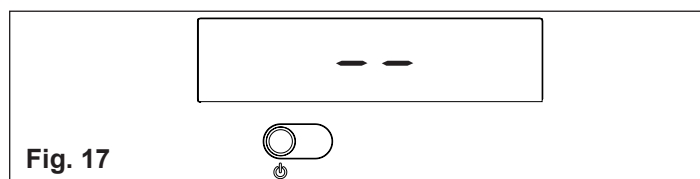
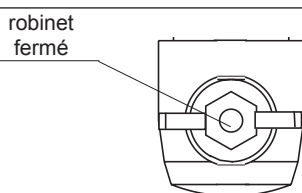

Fig. 17
Fig. 25
- ⚠ La chaudière se rallume dans l'état dans lequel se trouvait avant d'être éteinte: si la chaudière se trouvait en mode hiver lorsqu'elle a été éteinte, elle se rallume en mode hiver; si elle se trouvait dans l'état OFF, l'afficheur montre deux segments en son centre (fig. 17). Appuyez sur la touche pour activer le fonctionnement.
En cas de courtes absences, appuyez sur la touche  pour éteindre la chaudière. Dans la zone centrale de l'afficheur apparaissent deux segments (fig. 17). De la sorte l'alimentation électrique et l'alimentation en combustible sont actives mais la chaudière est protégée par les systèmes:
En cas d'absence prolongée, appuyez sur la touche  pour éteindre la chaudière (fig. 17). Dans la zone centrale de l'afficheur apparaissent deux segments. Placez l'interrupteur général de l'installation sur "éteint". Fermez le robinet de gaz placé sous la chaudière en faisant pivoter la poignée en sens horaire (fig. 25).